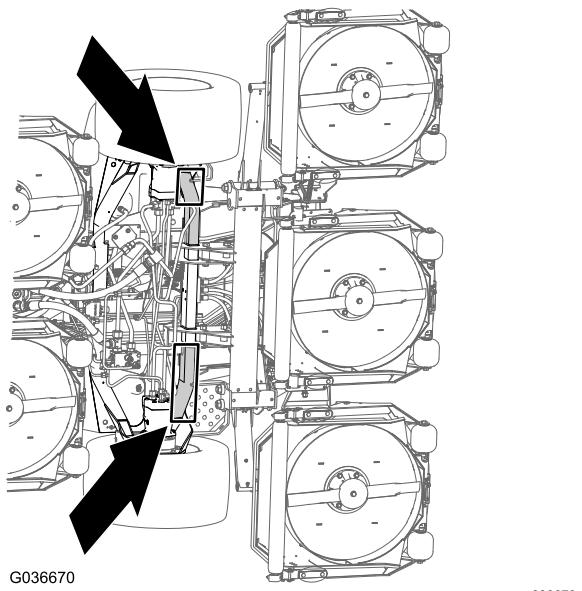

Figura 70
**Na parte dianteira da máquina** – na estrutura da máquina, à frente dos motores da transmissão da roda (Figura 70)